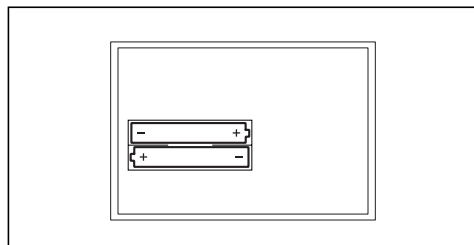

Fig. 4.2 Changement des piles
- Remplacez les piles (2x AAA-LR03; Fig. 4.2). Veillez à respecter la polarité des piles.